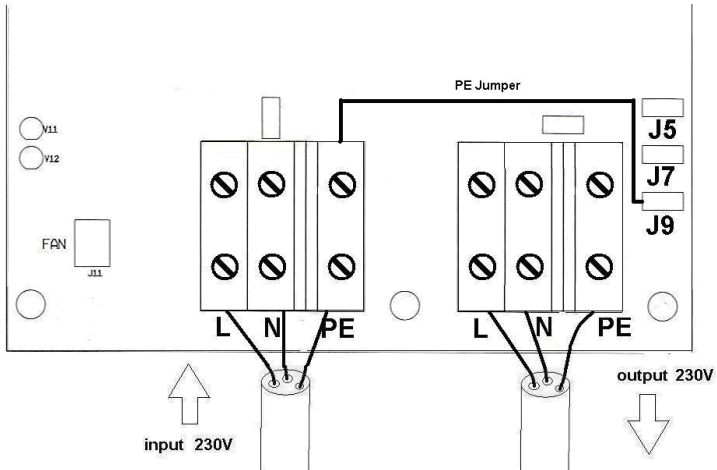

Abb. 2: Eingangserdung
2.2 Eingangserdung (Abb. 2)
Befindet sich das Boot an Land (Winterlager oder Reparatur), muss aus Sicherheitsgründen eine Verbindung zwischen den beiden PE Leitern (Eingang und Ausgang) gelegt werden. Hierzu wird eine Überbrückung zwischen PE-Eingang und der Steckverbindung J9 gelegt. (schwarze Verbindung in Abb. 2). Das Kabel gehört zum Lieferumfang. Wenn das Boot wieder zu Wasser geht, wird das Kabel entfernt. Damit sind Eingang und Ausgang wieder getrennt.